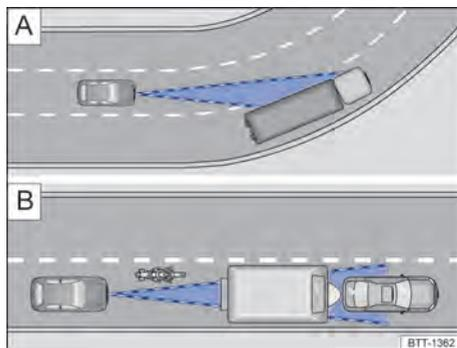

Fig. 100 A) Condução em curva. B) Veículos fora da área de alcance do sensor do radar
O sensor do radar sempre realiza as medições em sentido reto. Por isso, veículos em curvas fechadas podem ser acidentalmente detectados ou veículos a frente podem não ser detectados → Fig. 100 .
- Veículos que conduzem fora da área do sensor em pequena distância do próprio veículo, por exemplo, motocicletas → Fig. 100 .